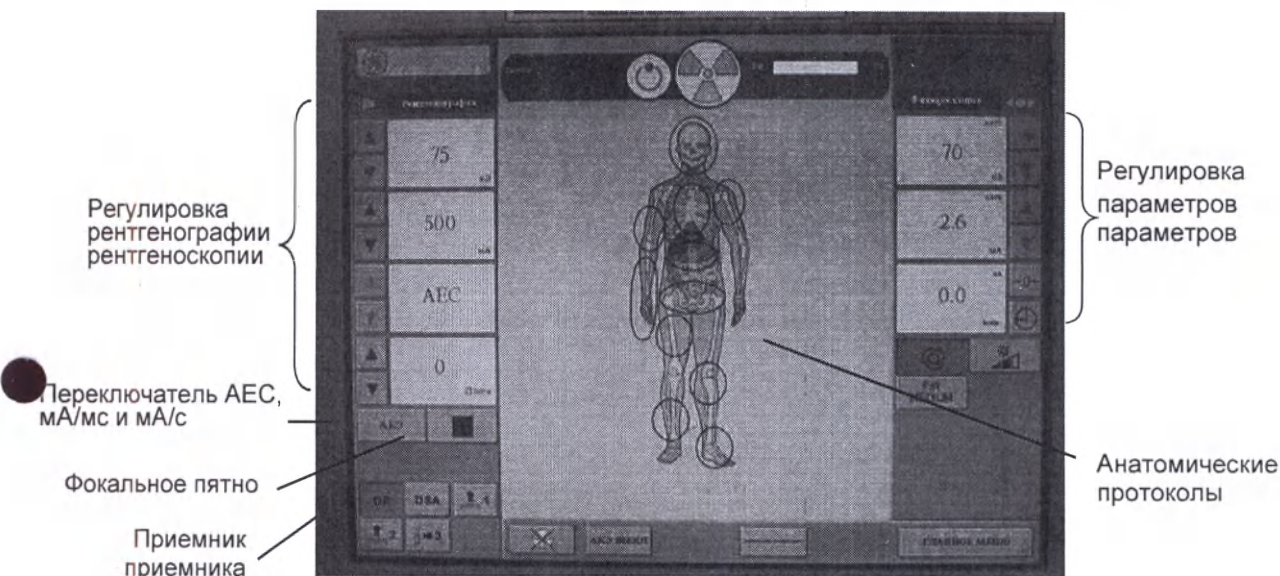

РИС. 1-2 ОПЕРАЦИОННЫЙ ИНТЕРФЕЙС СЕНСОРНОГО ЭКРАНА
1. Выберите приемник DR на сенсорном экране (см. рис. 1-2). Нажмите кнопку Digital Acquisition (Цифровая запись) для доступа к экрану цифровой записи. Приемником по умолчанию является цифровое пятно. Установите скорость 0 к/с.